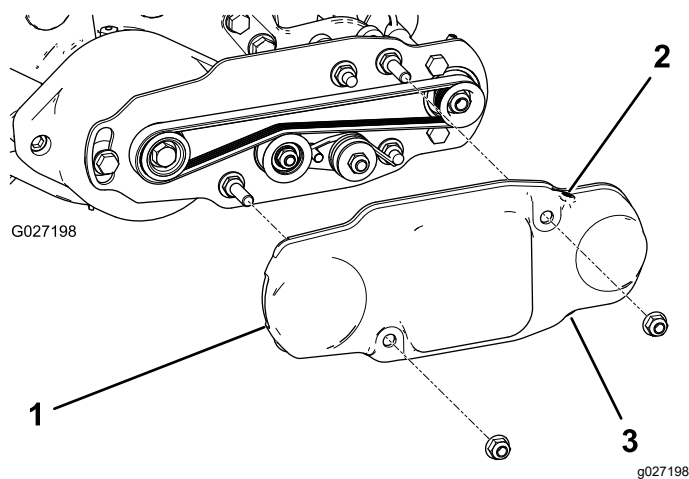

Рисунок 17
2. Наденьте кожух ремня на монтажные болты и закрепите его двумя фланцевыми гайками (Рисунок 17).